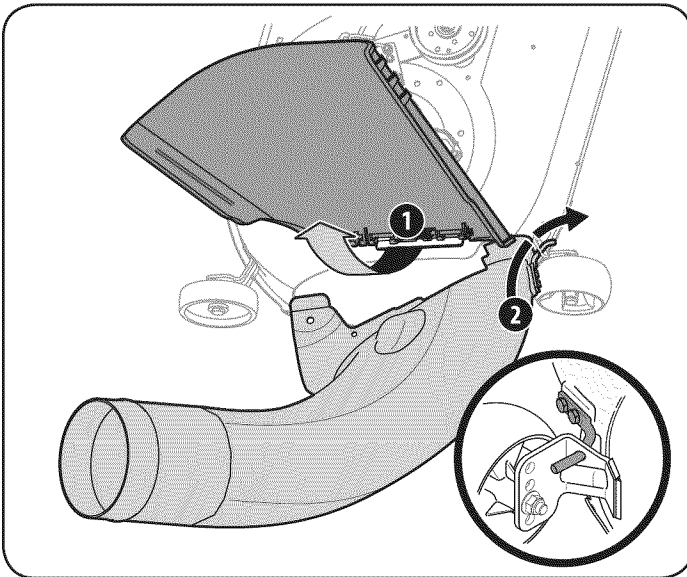

Figure 43
8. Con conducto de descarga del tractor levantado y abierta (1), instale el codo de conducto colocando la barra de montaje del codo de conducto en el orificio correspondiente en el soporte de la rueda de cubierta o lengüeta de montaje del conducto (2), como se ve en la Figure 43.